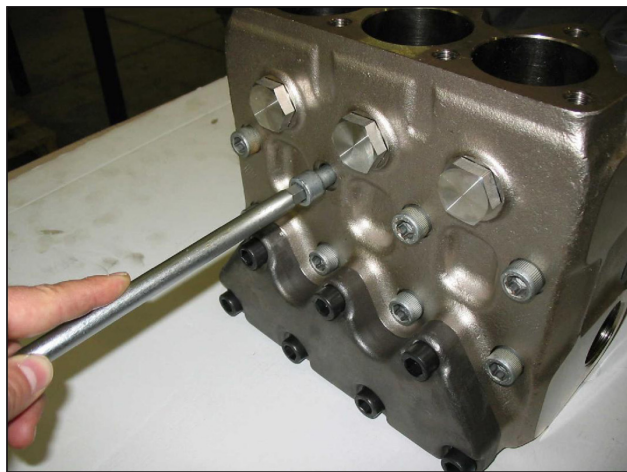

Рис. 20
A) Открутите крепежные винты торца M12x150, как показано на Рис. 20.